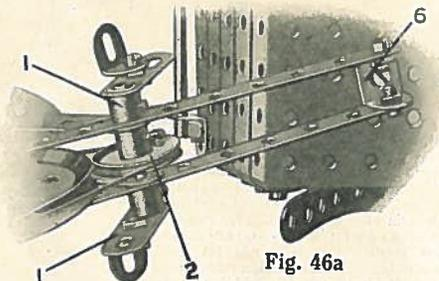

Fig. 46a
Cada pedal del triciclo consiste en un Soporte Angular como si fuese pivote conexionado a una Tira (1) por medio de un perno y dos tuercas (M. de N. No. 262). Las Tiras (1) se sujetan a una Varilla de eje de 38 m.m. que lleva una Polea fija de 25 m.m. (2). Una cuerda pasa por esta Polea y por la Polea de 75 m.m. (3), la cual se separa de las Tiras de 6 c.m. (4) por una Polea fija de 25 m.m. El Soporte Doble (6) Fig. 46A, se conexiona como si fuese pivote, a la armazón inferior por medio de un perno y contra tuercas (M. de N. No. 263).